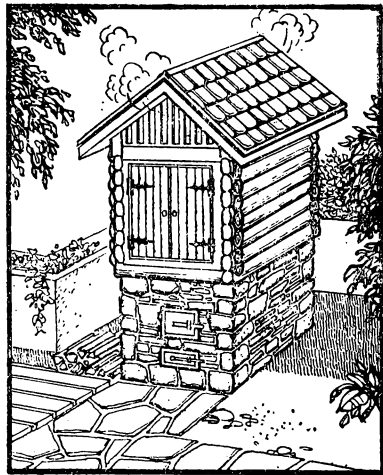

Рис. 32. Закарпатская коптильня
**Старинная закарпатская коптильня** — из дерева, с отдельной топкой и дымоходом. В камере на днище есть колосники, на которые набрасывается тлеющее топливо. Деревянная дверка закрыта, дым просачивается сквозь щели (рис. 32).